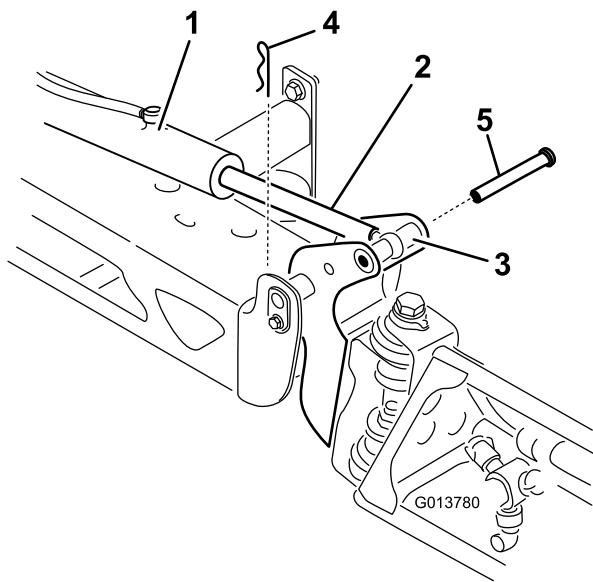

Bild 60
2. Nehmen Sie den Splint vom Lagerbolzen ab (Bild 60).
3. Heben Sie den Ausleger an und nehmen Sie den Stift ab (Bild 60), senken Sie den Ausleger dann langsam auf den Boden ab.
9. Halten Sie den Ausleger fest und stecken Sie den Stift durch das Auslegerscharnier und die Aktuatorstange (Bild 60).